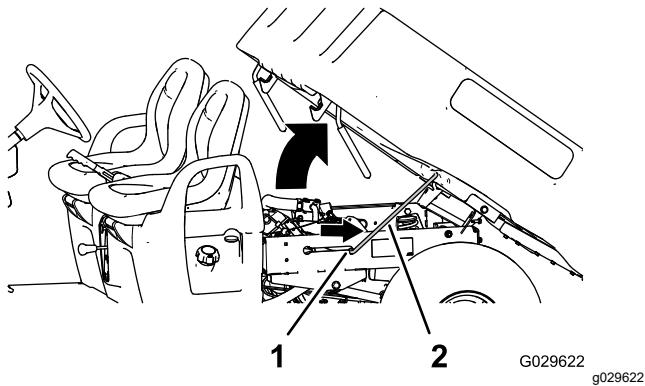

Figure 14
2. Placez la béquille de maintien dans la fente de verrouillage pour bloquer le plateau en position (Figure 14).
2. Tirez la béquille hors de la fente de verrouillage (Figure 14).
3. Abaissez le plateau jusqu'à ce qu'il se verrouille fermement en place (Figure 14).